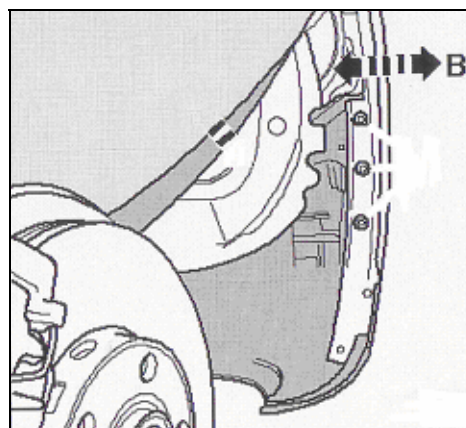

Abb. 6: Ausklipsen Stoßfänger rechts
10. Nehmen Sie den Stoßfänger mit einem Helfer vom Fahrzeug ab, indem Sie den Stoßfänger im Bereich der Radhäuser aus der Verrasterung klipsen -Pfeil B-. Trennen Sie vorsichtig alle elektrischen Steckverbindungen und gegebenenfalls die Verbindung am Schlauch für die Scheinwerferreinigungsanlage am Stoßfänger, (Abb. 6).